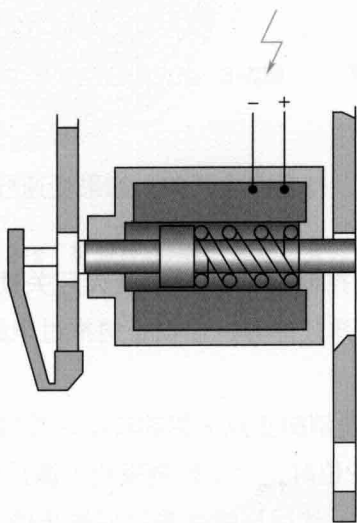

图2-5 变速杆开锁
② 变速杆开锁: 一旦打开点火开关, 并踩下制动踏板, 变速杆传感器系统控制模块J587激活换档互锁电磁阀N110, 就可以从P位锁止销孔中拉出锁止销。然后变速杆就可以移动到其他档位, 如图2-5所示。
③ 变速杆在N位锁止: 如果变速杆在N位超过2s, 变速杆传感器系统控制模块J587就会激活换档锁止电磁阀N110, 使锁止销移动到N位锁